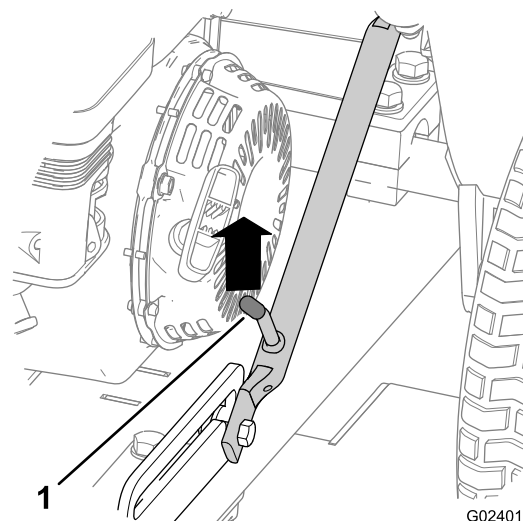

Figure 17
1. Poussez le dispositif d'attelage vers le haut jusqu'à ce que le levier de verrouillage soit dégagé du verrou de la glissière (Figure 17).
5. Élevez l'attelage (Figure 22) jusqu'à ce que le levier de verrouillage s'enclenche dans le verrou de la glissière (Figure 17).